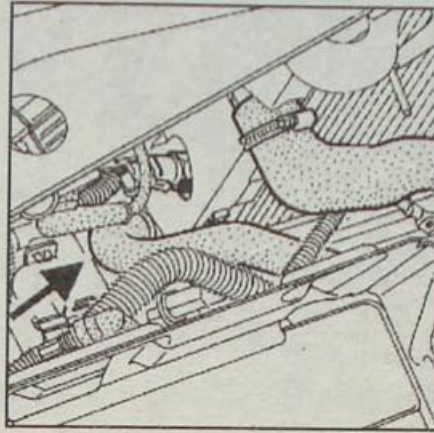

Рис. 4.16. Место отсоединения нижнего патрубка от радиатора
- Отсоедините нижний патрубок от радиатора и слейте охлаждающую жидкость из системы охлаждения (рис. 4.16).